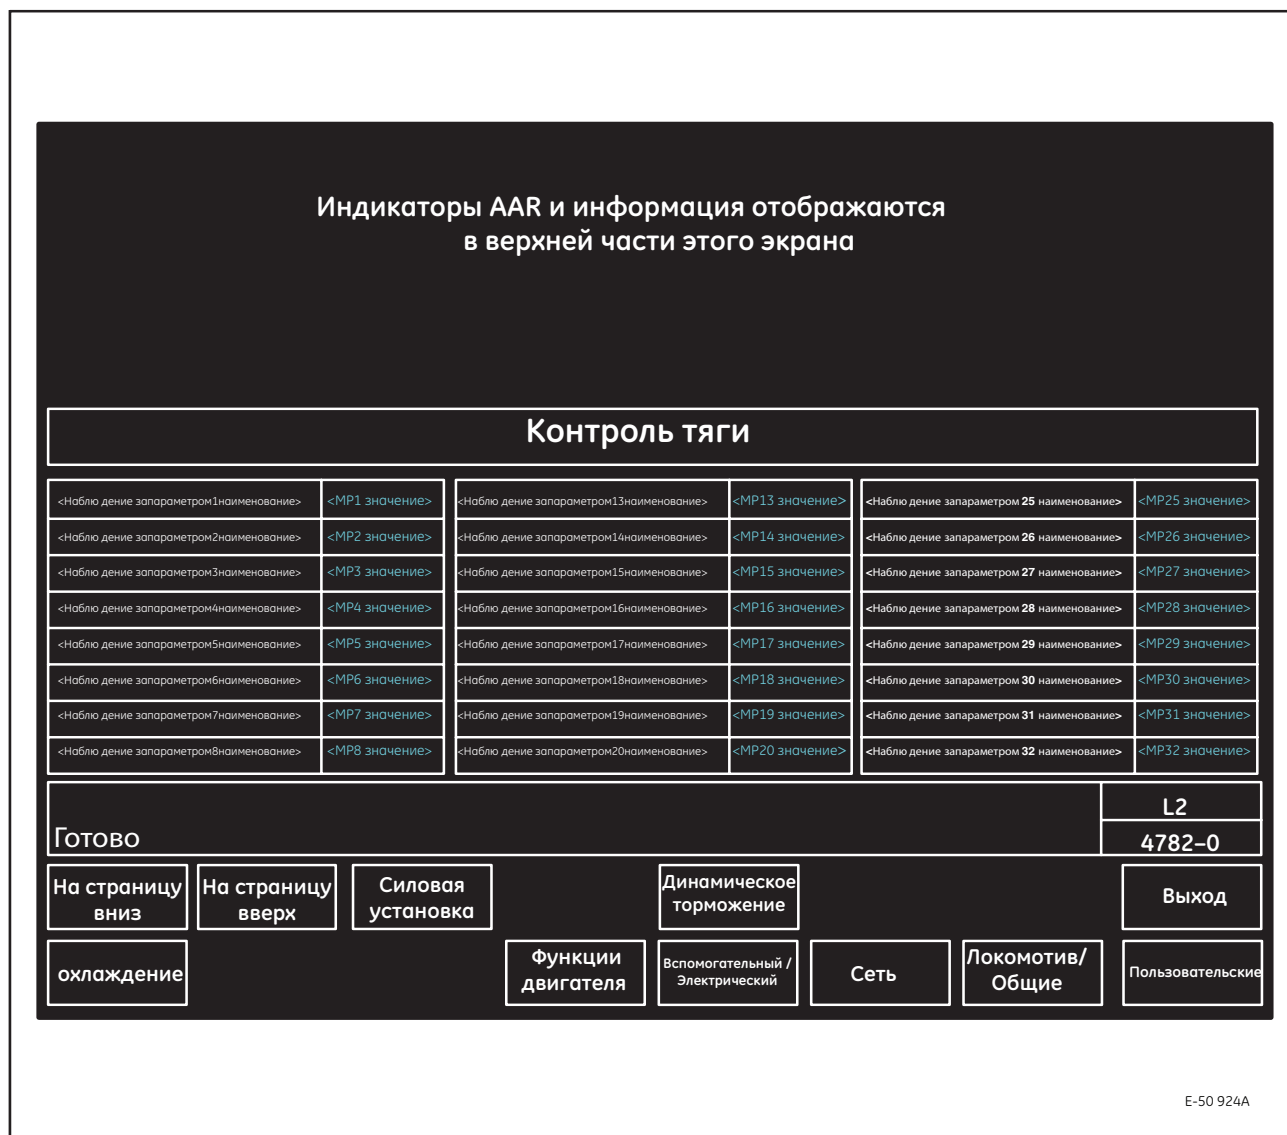

Рисунок 42. Типовой экран контроля тяги (4782-0)
4. Сенсорная клавиша F4 (**Traction**) (Тяговое усилие) - отображает экран контроля тягового усилия (4782-0, Рисунок 42). На этом экране постоянно обновляется заранее определенный набор параметров, касающихся системы тяги. Дополнительные сведения см. в разделе 3.6.20., *КОНТРОЛЬ ТЯГИ – ТОЛЬКО ДЛЯ ЛОКОМОТИВОВ ПОСТОЯННОГО ТОКА* настоящей публикации.
На экране контроля тяги (4782-0, Рисунок 42) отображается заранее определенный набор параметров, связанных с системой тяги.
Сенсорная клавиша F5 (**Traction**) (Тяга) на различных экранах контроля позволяет машинисту получить доступ к экрану контроля тяги (4782-0, Рисунок 42).